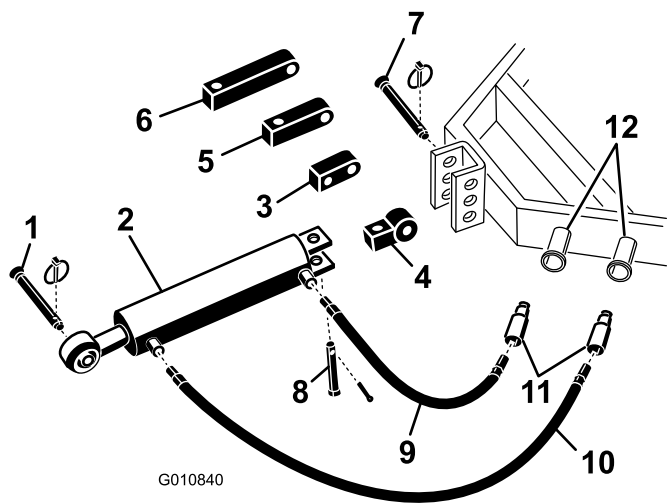

图5
- 使用随牵引车提供的柱销，将液压顶部连杆的连接杆端固定到牵引车（图 5）。摆放液压顶部连杆，使杆端朝向牵引车。油缸的各端口应朝向牵引车的辅助动力液压装置。
注意： 如果液压油缸的放置必须使端口朝向上方，请使用旋转垫块重新调整油缸的位置，而不是使用标准安装垫块（图 5）。可以使用 90° 液压接头替代旋转垫块（接头未提供）。
- 取下将标准连接杆固定到油缸上的开口销和柱销（图 5）。从油缸上卸下连接杆。
- 使用之前卸下的柱销将旋转垫块安装到油缸上（图 5）。
- 将 106cm 长液压软管连接至液压顶部连杆最靠近打孔机的端口（图5）。在软管螺纹上缠绕铁氟龙胶带或涂抹管道螺纹密封剂，防止发生泄漏。
- 将 76cm 长液压软管连接至液压顶部连杆最靠近牵引车的端口（图5）。在软管螺纹上缠绕铁氟龙胶带或涂抹管道螺纹密封剂，防止发生泄漏。
如果液压油缸无法够到到打孔机安装支架，请使用延长垫块将油缸连接到牵引车上，而不是使用标准安装垫块（图5）。
- 取下将标准连接杆固定到油缸上的开口销和柱销（图5）。从油缸上卸下连接杆。
- 使用之前卸下的柱销将所需长度的延长垫块安装到油缸上（图5）。